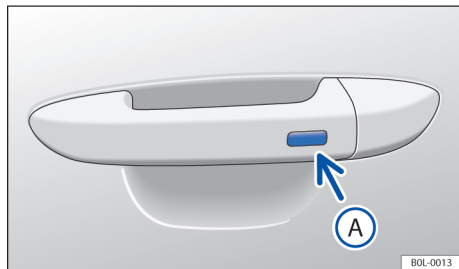

图 45 车门拉手：Keyless Access 功能按钮
- 取决于车型装备，按压驾驶员侧或乘员侧车门拉手上的功能按钮 → 图 45 。